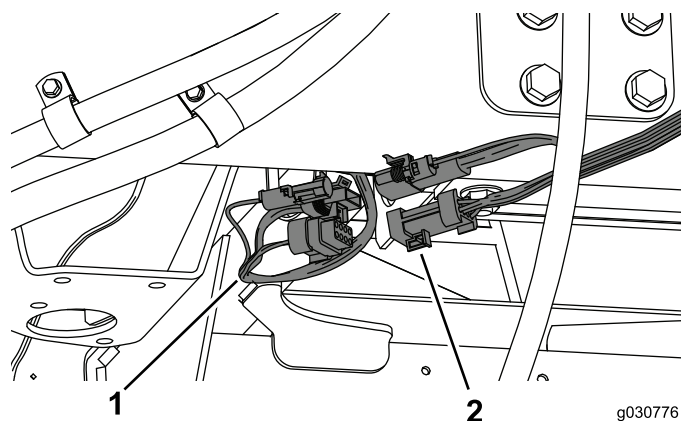

Bild 45
1. Schließen Sie den Kabelbaum von der Kabine am Kabelbaum an der rechten Seite der Maschine an (Bild 45).